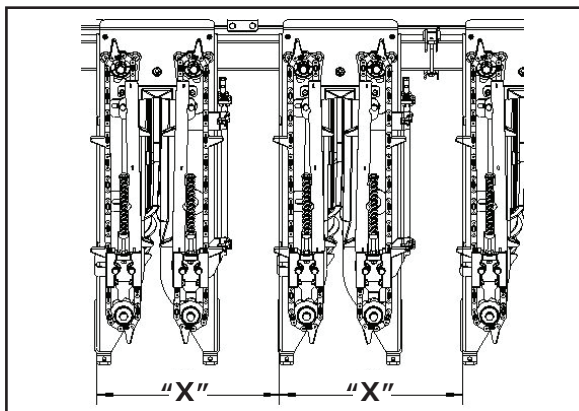

Figura 26
k) Iniciando como referência o centro da máquina, desloque as linhas para a posição correspondente ao espaçamento desejado. O espaçamento (medida X) é a distância (em cm) entre os centros dos canais de entrada dos pés de milho, ver figura 26.